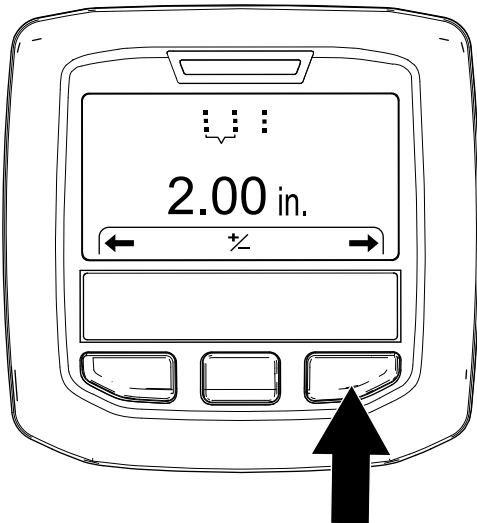

図 48
4. インフォセンターの右ボタンを押して「穴開け間隔設定」 Setting the Hole Spacing 画面を出す 図 48。